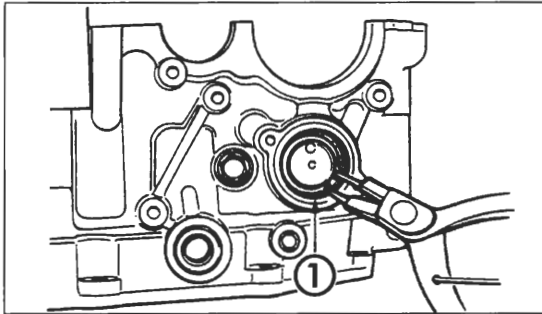

Bild 286
- Schaltgabeln, entsprechend Bild 286 einsetzen. Stifte der Gabeln auf Schaltwalzen-Rillen ausrichten. Schaltgabelwelle in Gehäuse einschieben. Bei Montage des Motorgehäuses darauf achten, dass Richtung und Stellung der Schaltgabel-Klauen zu Laufrillen der Zahnräder passen.